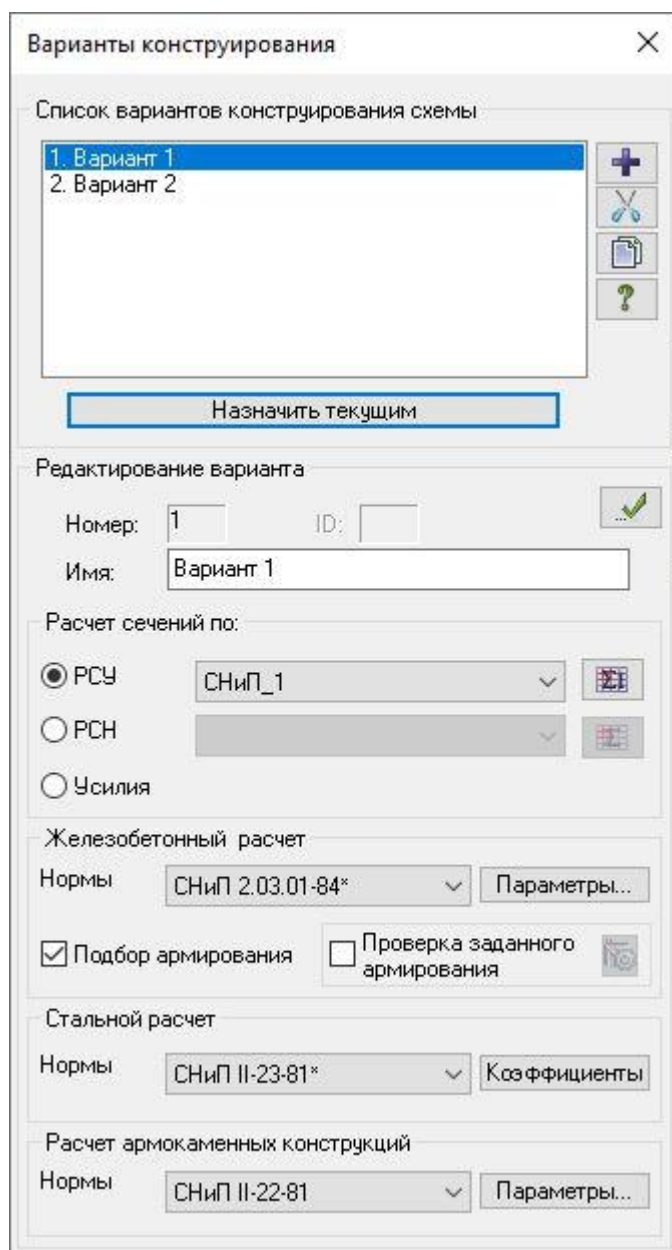

Рис.2.7. Диалоговое окно **Варианты конструирования**
- Вызовите диалоговое окно **Варианты конструирования** (рис.2.7) щелчком по кнопке  – **Варианты конструирования схемы** (панель **Конструирование** на вкладке **Создание и редактирование**).